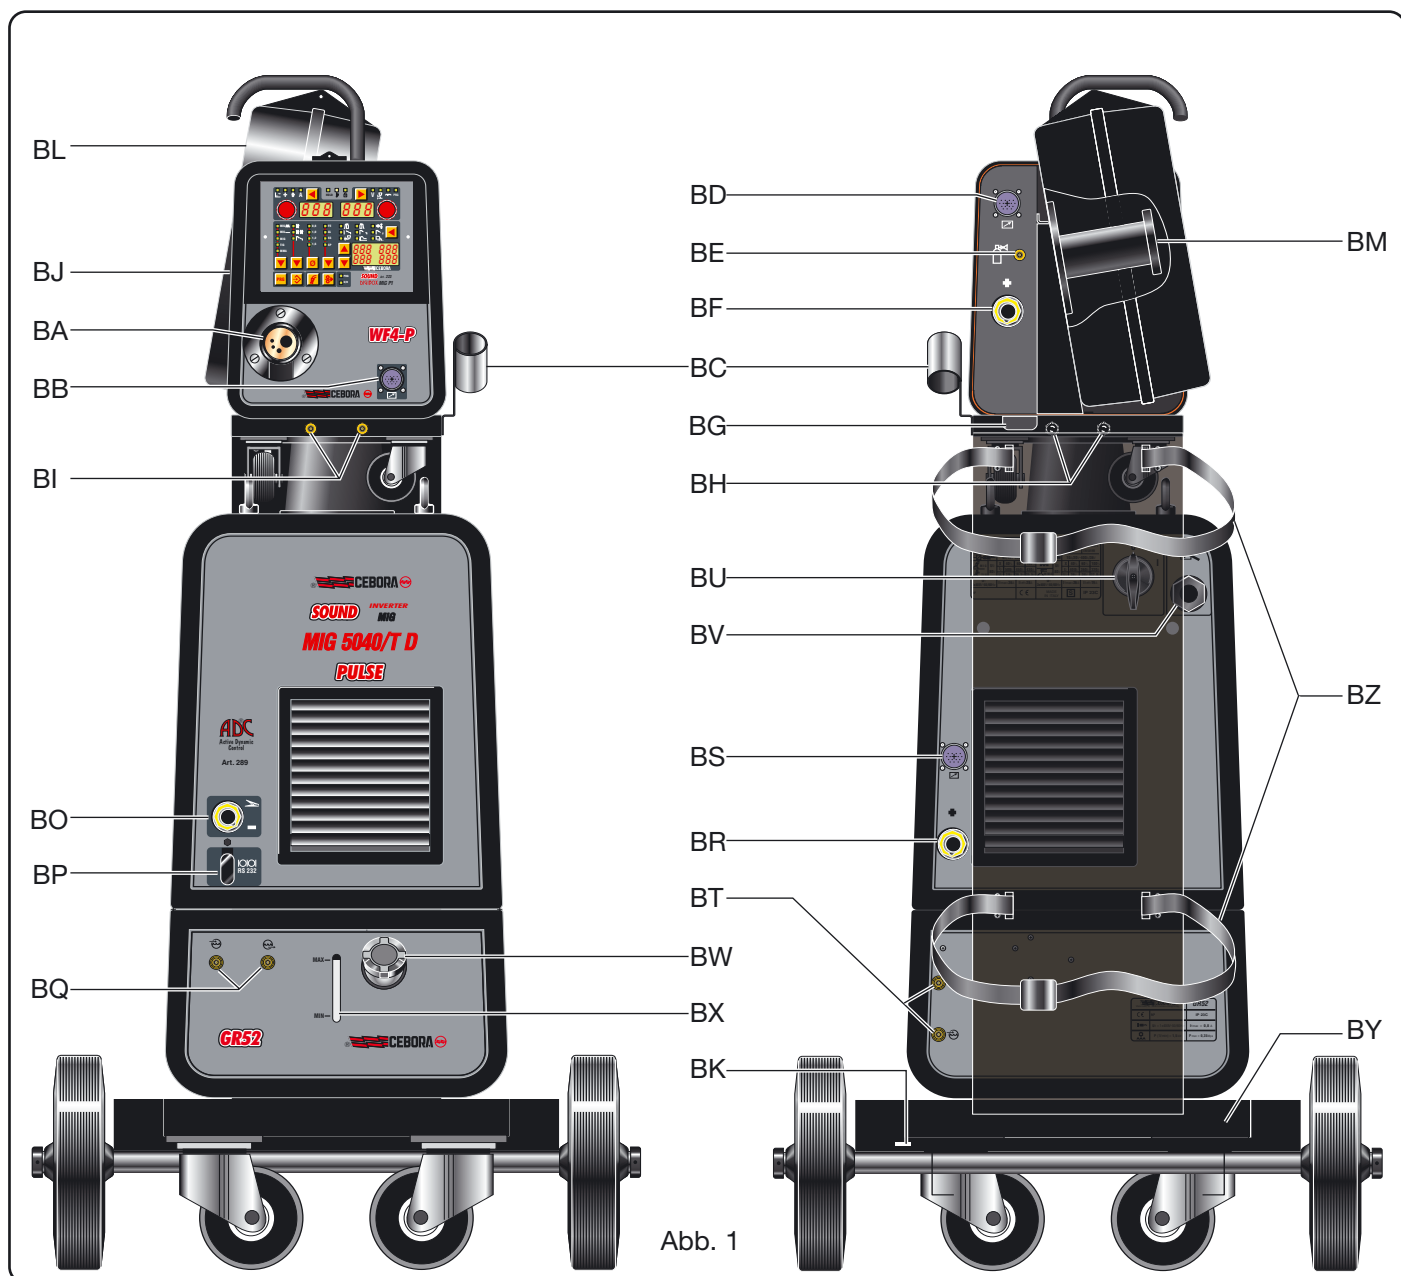

Abb. 1
2.1.1 ERLÄUTERUNG DER TECHNISCHEN DATEN Abb. 1
2.1.2 Beschreibung der Stromquelle (Abb. 1)
2.2.1 Beschreibung des Drahtvorschubgeräts (Abb. 1)
2.3.3 BESCHREIBUNG DES KÜHLAGGREGATS (Abb. 1)
2.4 FAHRWAGEN (Abb. 1)